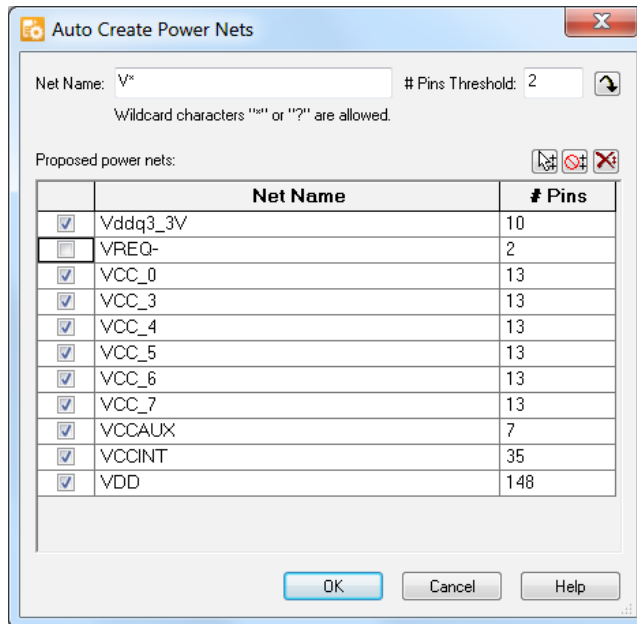

图 5：自动创建电源网络。
**电源网络约束** — PADS 会基于预定义的标准名称（例如 GND、VCC、+5V、-12V 等）自动识别电源网络。此外，您也可以自动或手动指定电源网络。图 5 显示了自动创建电源网络的示例。